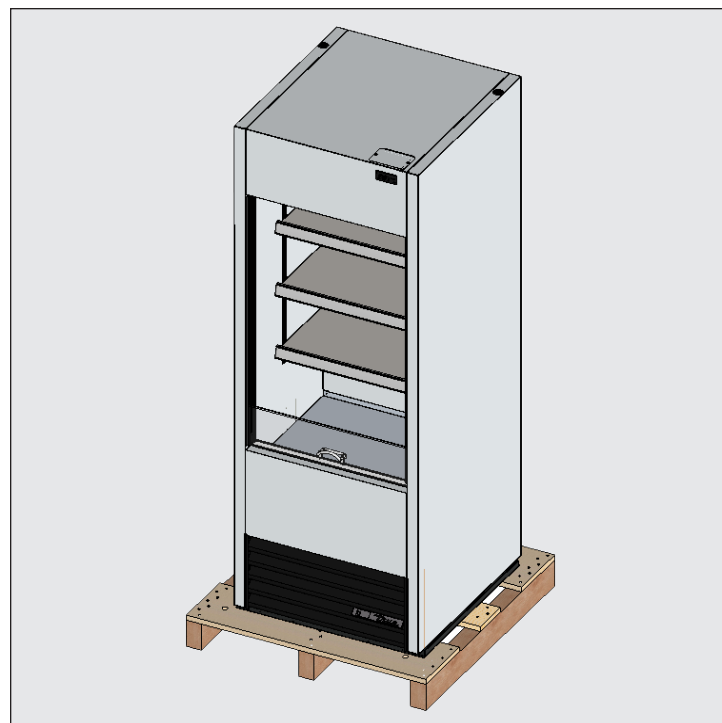

Рис. 1. Удалить упаковочный материал.
1. Снять наружную упаковку (картон, воздушно-пузырьковая пленка, угловые элементы из пенополистирола, элементы упаковки из прозрачной пластмассы). См. рис. 1. Осмотреть оборудование на наличие скрытых повреждений. **В случае выявления повреждения незамедлительно оформить претензию в адрес компании-перевозчика.**